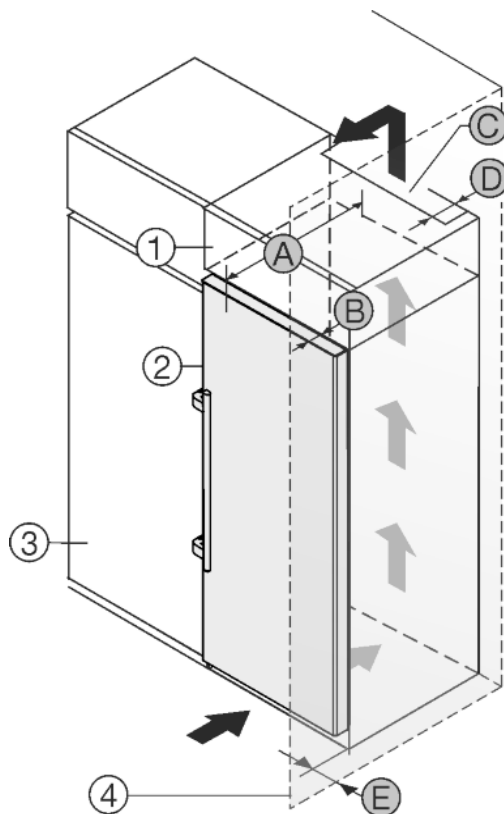

Fig. 23
Пристрій можна комбінувати з кухонними шафами. Для того, щоб пристрій *Fig. 23 (2)* вирівняти по висоті кухонної секції, на пристрій можна встановити антресольну секцію *Fig. 23 (1)*.
Пристрій можна встановлювати безпосередньо поряд з кухонною шафою *Fig. 23 (3)*. Для повного відкриття дверей пристрій повинен виступати на глибину *Fig. 23 (B)* відносно передньої панелі кухонної шафи. Залежно від глибини кухонних шаф та використання пристінних розпірок пристрій можна встановити так, щоб він виступав вперед.
- Задня сторона антресольної шафи повинна мати вентиляційний канал глибиною *Fig. 23 (D)* вздовж всієї ширини шафи.
- Під стелею приміщення слід дотримуватися поперечного перерізу вентиляційного відведення повітря *Fig. 23 (C)*.
Якщо пристрій з шарнірами встановлюється поряд зі стінкою *Fig. 23 (4)*, то між пристроєм та стінкою слід додержуватись відстані *Fig. 23 (E)*. Це відповідає виступу ручки при відкритих дверцятах.